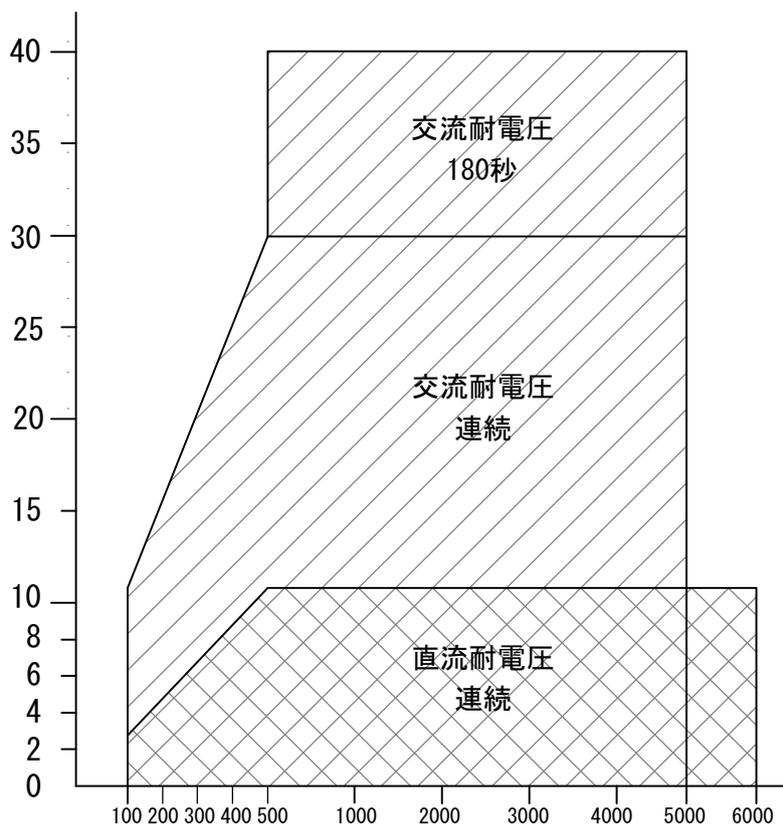

図 2-1
*: 本シリーズの主な用途は、耐電圧試験です。仕様は連続試験のためのものではありません。機器内部のヒートシンクの温度がモニターされており、ヒートシンクの温度が過度に上昇した場合、試験は中断されます。図 2-1 を参照ください。